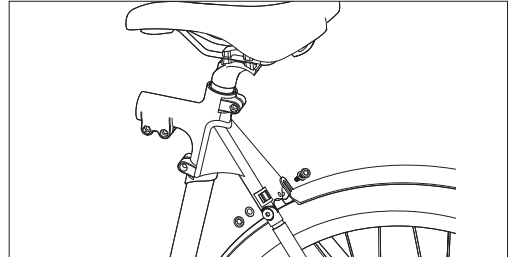

Рисунок 6-1
- Після вирівнювання крила з отвором для гвинта, знову затягніть монтажні гвинти, щоб прикріпити його до шарніру сідлової труби, як показано на [Рисунок 6-1].